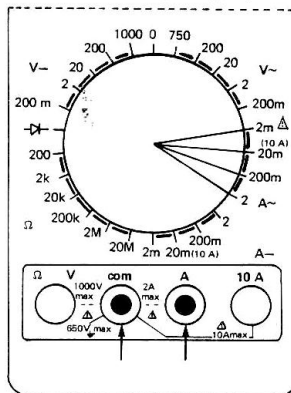

FIGURE 8
- Mettre le commutateur de fonctions/calibres sur l'une des positions suivantes : 2m A~ à 2 A~ (voir la figure 8 ci-dessous).